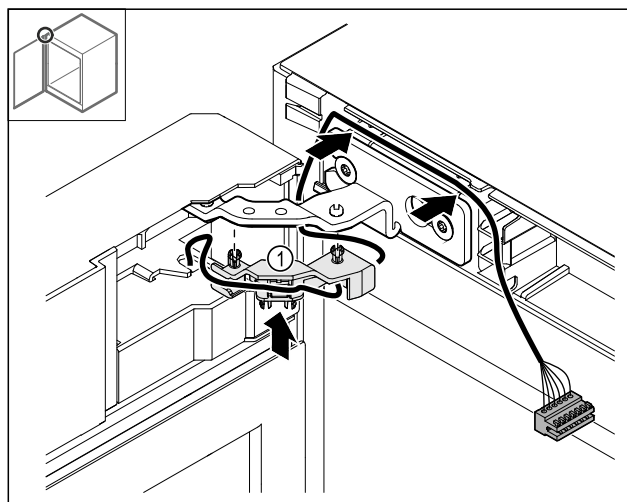

Fig. 44
- ▶ Apăsați suportul de cablu Fig. 44 (1) în balama.